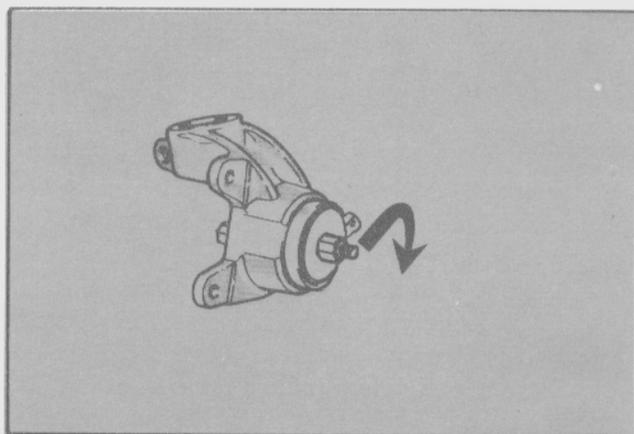

Fig. 8. Colocación de la cubeta
- Utilizando la herramienta especial T84G-1216-BAS colocar las nuevas cubetas de los cojinetes. Asegurarse que las cubetas son correctamente colocadas, volcando el portamaza y observando el asiento de la cubeta desde atrás (Fig. 8).